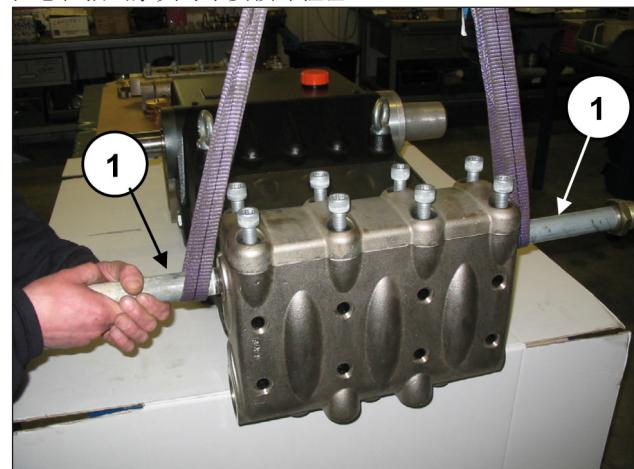
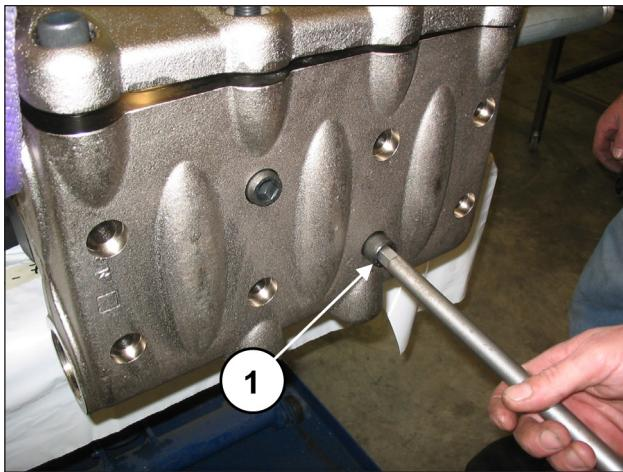

图 104
图 105
将两个带有 G2" 螺纹的支架应用到头部的交付连接（位置①，图 104），然后拧下8个 M16x150 螺钉（位置①，图 105）。